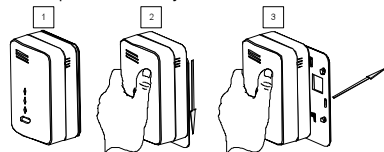

Fig. 2
1. Quite el soporte de montaje de la unidad como se ve en la Fig. 2